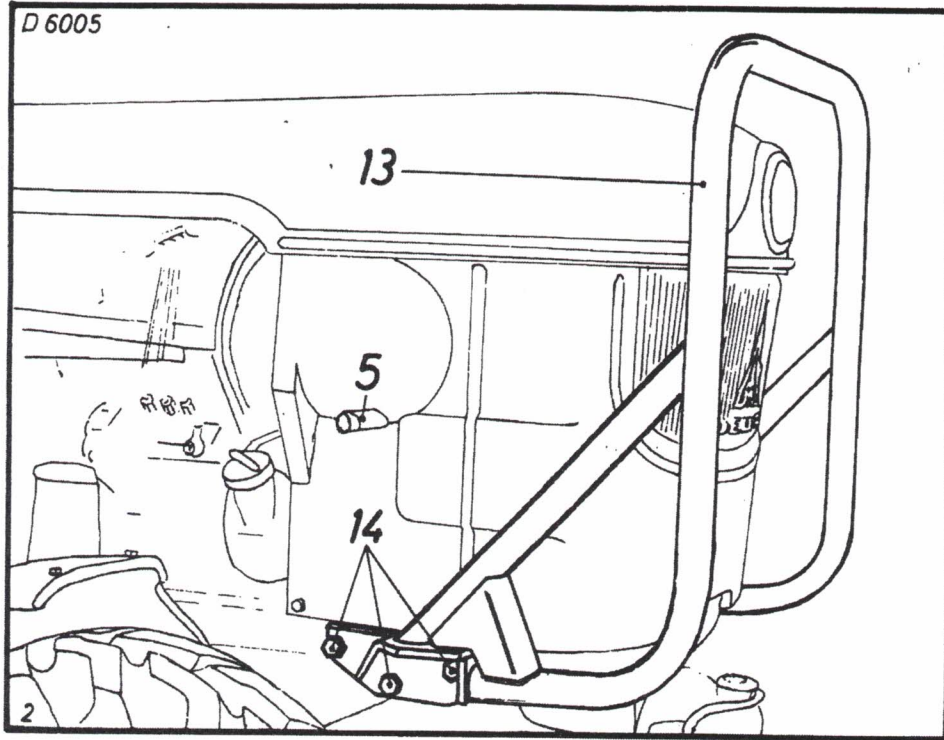

Bild 2
Bock links (6) bzw. rechts (7) mittels Bundbuchse (8), Sechskantschraube M 20 x 2 x 110 (9), Buchse (10) und Sechskantschraube M 20 x 2 x 90 (11) und Scheibe mit Sechskantschraube M 20 x 50 (12) sowie 4 Zahnscheiben A 21 am Schleppergehäuse bzw. am Querbalken anschrauben. Rammschutz (13) mittels 6 Sechskantschrauben M 16 x 35 sowie Zahnscheiben A 16,5 (14) am Achsträger anschrauben (Siehe Bild 2).